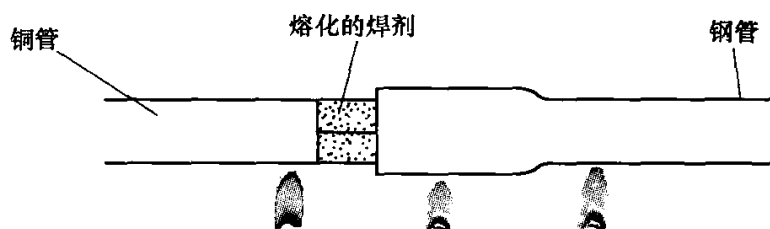

图 1-2 火焰移动部位示意图
4) 加热插入管和套管，将火焰连续来回移动（不可用火焰直接加热助焊剂），如图 1-2 所示。加热钢管时，温度要比加热铜管时略高一些。